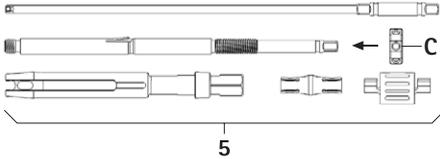

Abb. 10
- ▶ Spannmutter C auf Innenhülse aufschrauben, siehe Abb. 10.